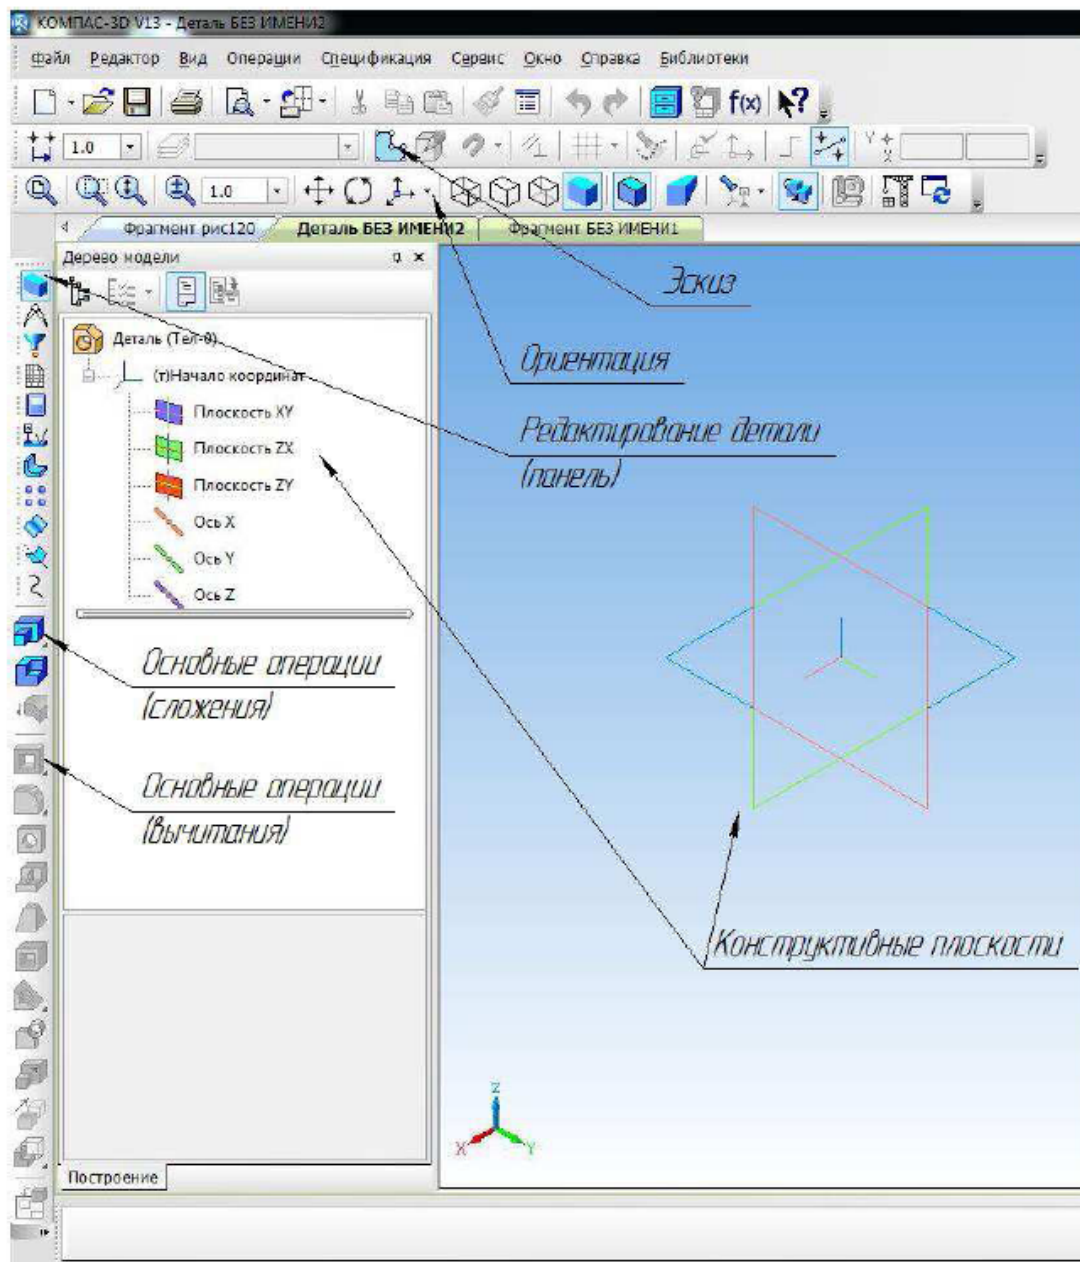

Рисунок 121 – Краткий интерфейс документа "Деталь"
10.2 Откройте новый документ **Файл** → **Создать** → **Деталь**. Перед вами откроется бесконечное пространство с точкой отчета и взаимно пересекающиеся ортогональные конструктивные плоскости, рис. 121.
Найдите команду **Ориентация**  (рис. 121), щелкните на "треугольник" (что означает список), в списке выберите вид **Спереди**. Ваши плоскости перейдут на нормальное отображение вида спереди.